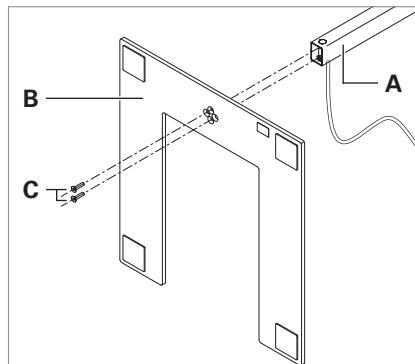

Fig. 1: Monter le bras vertical rectangulaire.
- Bras vertical rectangulaire, voir Fig. 1
- ▶ Si vous montez un **bras vertical rectangulaire** : fixez le bras vertical **A** avec les vis livrées **C** sur le pied du luminaire **B** de manière à ce que le câble de raccordement soit orienté vers l'avant voir Fig. 1.